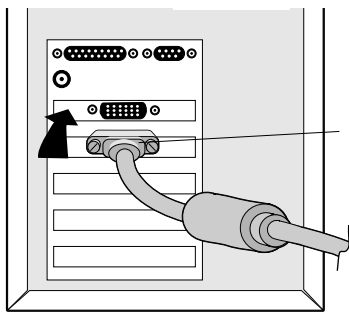
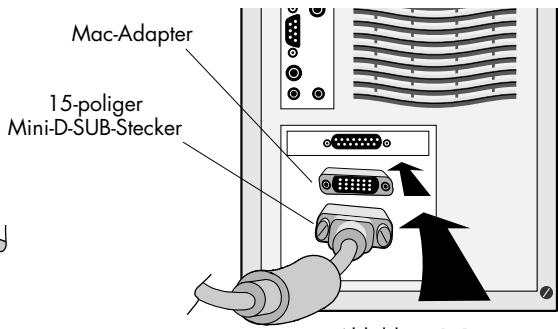

Abbildung A.1
Abbildung B.1
2. Beim PC : Schließen Sie den 15-poligen Mini-D-SUB-Stecker des geeigneten Videosignalkabels an die Buchse der Grafikkarte Ihres Rechners (**Abbildung A.1**) an. Ziehen Sie alle Schrauben fest. Beim Mac: Schließen Sie den MultiSync LCD1510™, den MultiSync LCD1510V™ oder den MultiSync LCD2010™ Macintosh-Kabeladapter an den Computer an (**Abbildung B.1**). Verbinden Sie das Ende des 15-poligen Mini-D-SUB-Steckers des geeigneten Signalkabels mit dem MultiSync LCD1510, dem MultiSync LCD1510V oder dem MultiSync LCD2010 Macintosh-Kabeladapter (**Abbildung B.1**). Ziehen Sie alle Schrauben fest.